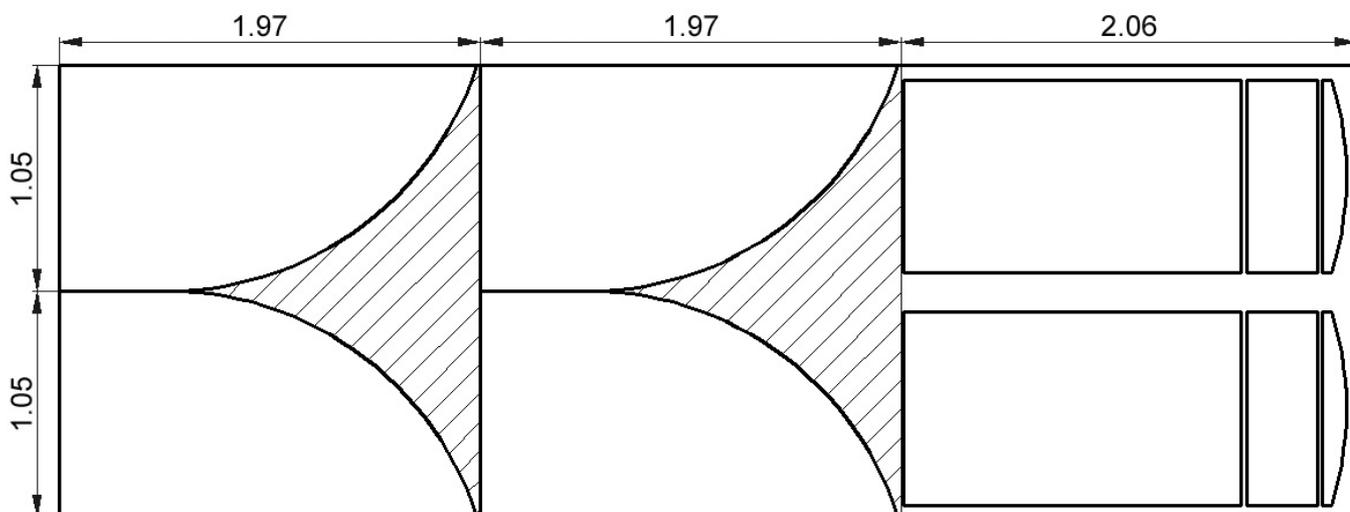

Рис.11
1. Согласно выкройки на рис.11 распускается один лист поликарбоната.